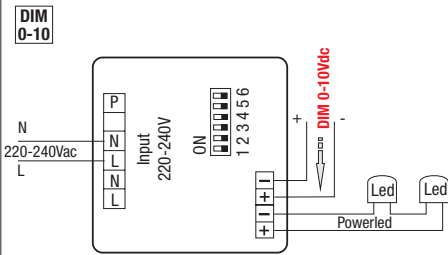

Fig. 3 - RN9167 - RN9167/BI
- B - Fonction PUSH (P)** - Fig. 3 - via bouton NA. Avec une pression brève, on obtient l'allumage et l'extinction, avec une pression prolongée on obtient le réglage.
- B - Funktion PUSH (P)** - Abb. 3 - Mittels NO-Schalter. Durch kurzes Drücken erfolgt das Ein- und Ausschalten, während bei einem längeren Drücken die Einstellung erfolgt